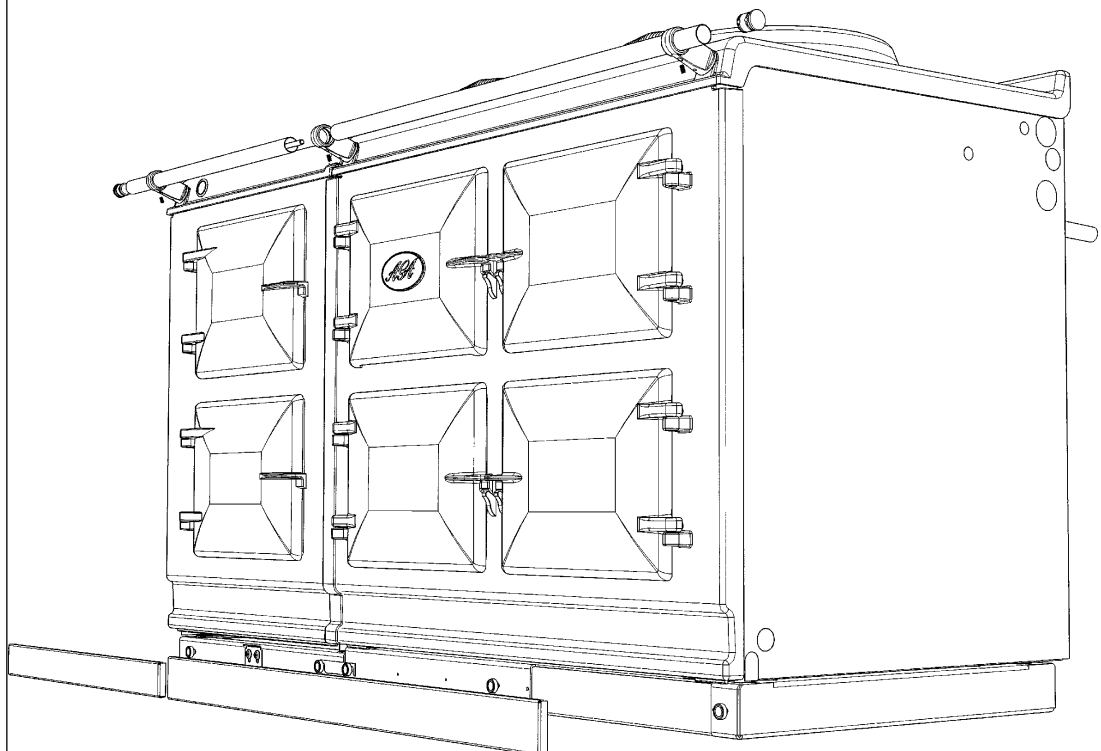

Abb. 20
11. Montieren Sie bei 5 Ofengeräten die Gewindestange in dem Einsetzelement, das sich an einem Handlaufende befindet. Führen Sie danach den Handlauf durch die Halterung (dabei darauf achten, dass die Gewindestange auf der rechten Seite des Wärmeschrank-Handlaufs hervorragt), und schrauben Sie denn Handlauteile zusammen. (Siehe Abb. 20).